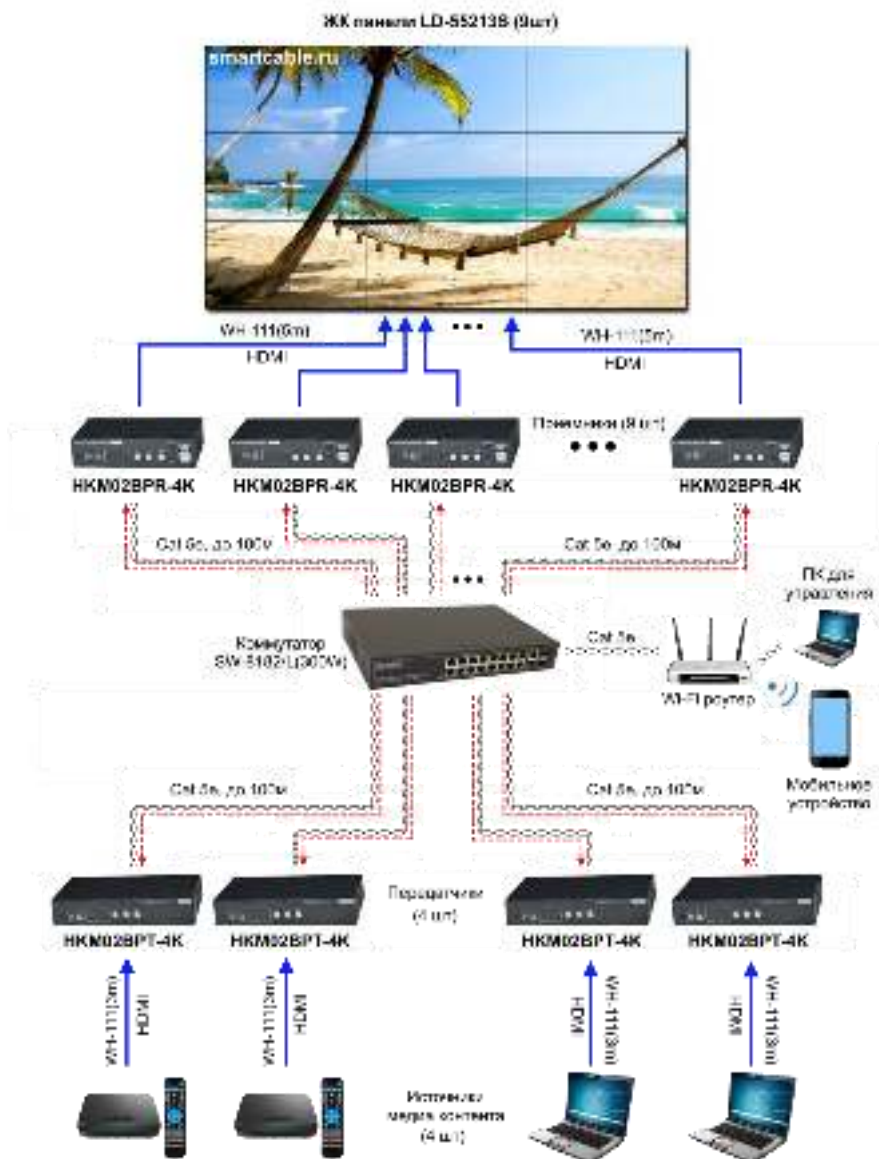

Рис.1 Схема подключения типового комплекта VW3355FSL
4. Подключите к ЖК панелям приемники НКМ02BPR-4K с помощью HDMI кабелей WH-111(5m) согласно схеме подключения (рис. 1). Приемники по желанию могут быть компактно установлены в 19" шкаф или стойку с помощью панелей TPN002U.
5. Подключите с помощью патчкордов из кабеля витой пары Cat 5e/6 необходимой длины приемники НКМ02BPR-4K к коммутатору SW-8182/L(300W) согласно схеме подключения (рис. 1).
6. Подключите с помощью патчкордов из кабеля витой пары Cat 5e/6 необходимой длины передатчики НКМ02BPT-4K к коммутатору SW-8182/L(300W) согласно схеме подключения (рис. 1).
7. Подключите источники медиа контента к передатчикам НКМ02BPT-4K с помощью HDMI кабелей WH-111(3m) согласно схеме подключения (рис. 1).